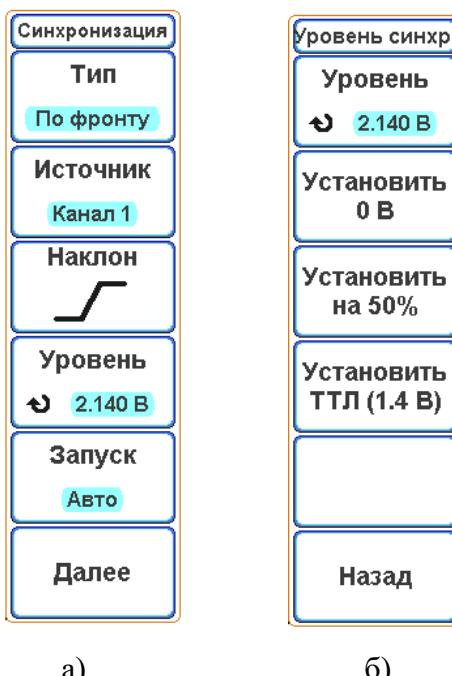

Рисунок 6.21 – Экранное меню:
- нажать кнопку «МЕНЮ» (рисунок 6.1, поз. 4) из группы органов управления «Синхронизация». При этом откроется экранное меню «Синхронизация» (рисунок 6.21, а);
- нажать экранную кнопку «Уровень», чтобы перейти в подменю «Уровень синхронизации» (рисунок 6.21, б). Подменю «Уровень синхр.» содержит следующие команды: